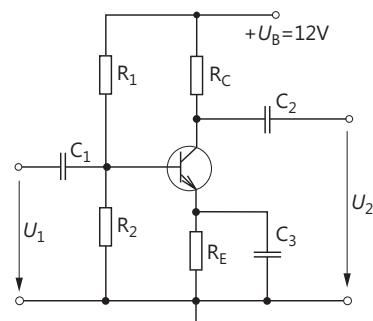

Bild 7.61
16. Für die Schaltung Bild 7.61 werden folgende Werte angegeben: